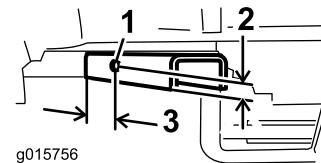

Figure 8
- Pour le trou dans le support arrière du repose-pieds, utilisez les mesures de la Figure 8.